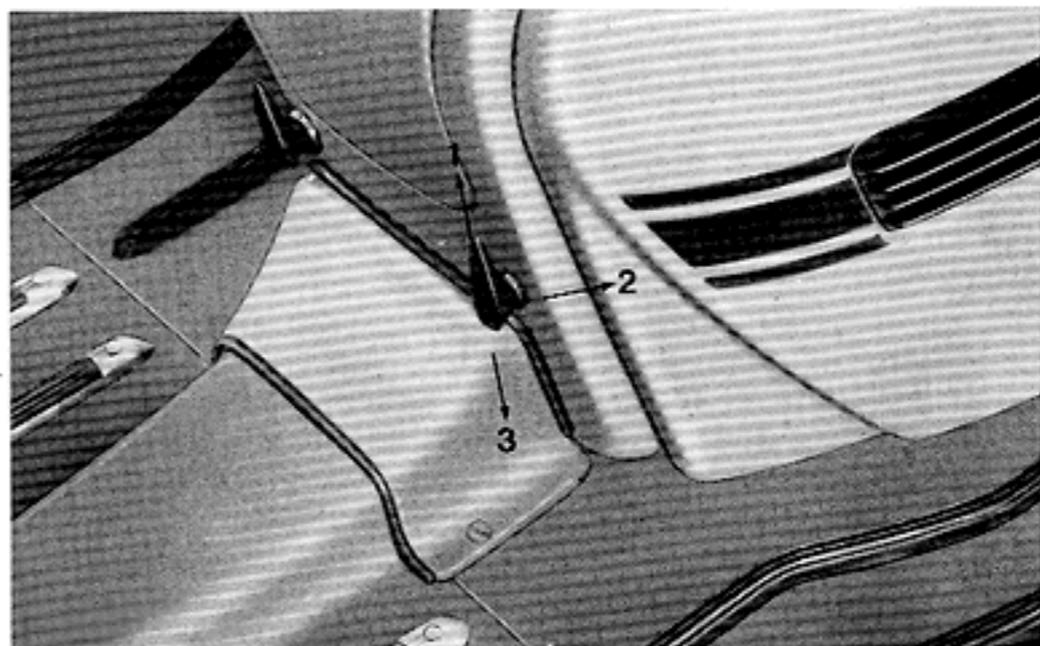

Fig. 6
**A sinistra:** rubinetto miscela a 3 posizioni (chiuso, aperto, riserva) vedi fig. 6. A macchina ferma è bene ruotare il rubinetto in posizione « Chiuso ». Il serbatoio può contenere complessivamente 8,1 litri di miscela. Marciate abitualmente con il rubinetto in posizione « Aperto ». Quando sarete costretti a passare nella posizione « Riserva » avrete ancora a disposizione 0,75 litri di miscela (ossia potrete percorrere ancora circa 30 km).